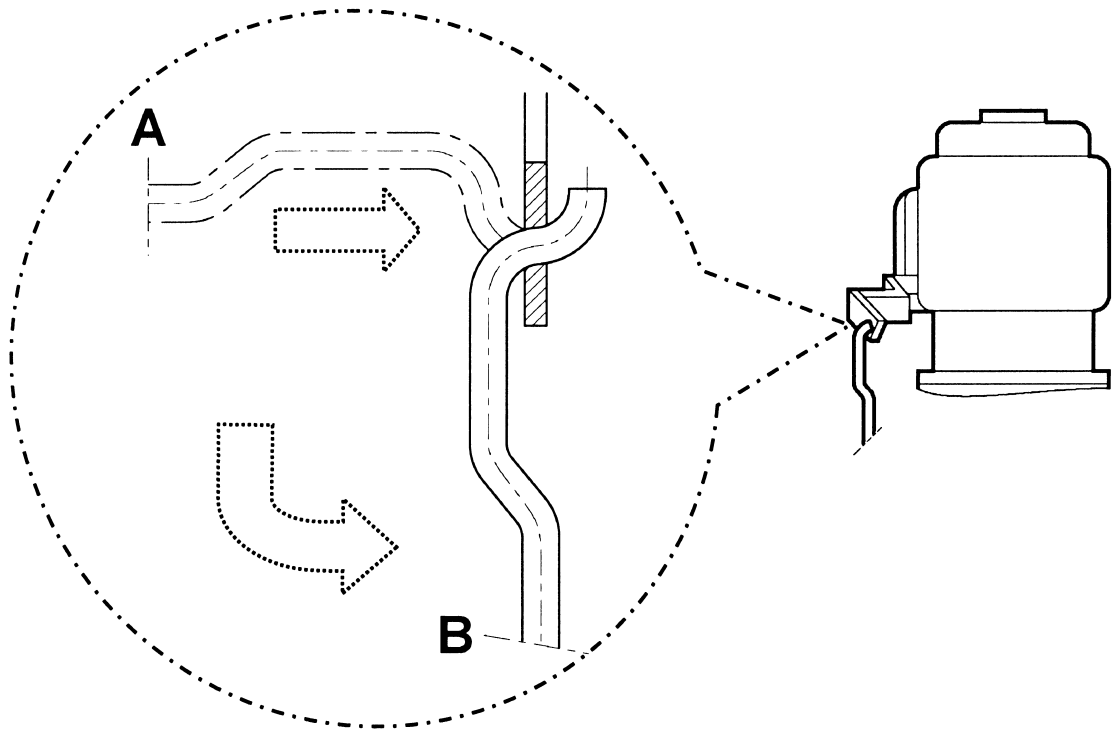

Fig. 3
- Крепление рычажного механизма поплавкового выключателя (Рис. 3):